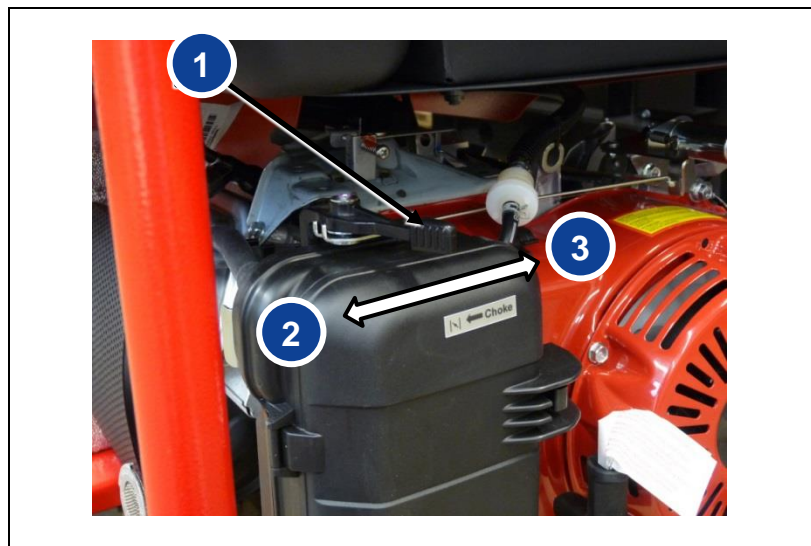

Fig. 4-3: Posición del estárter manual
2. Coloque el estárter manual (Fig. 4-3-(1)) hacia la izquierda en la posición (Fig. 4-3-(2)).
5. Coloque el estárter (Fig. 4-3-(1)) lentamente hacia la izquierda en la posición (Fig. 4-3-(3)).